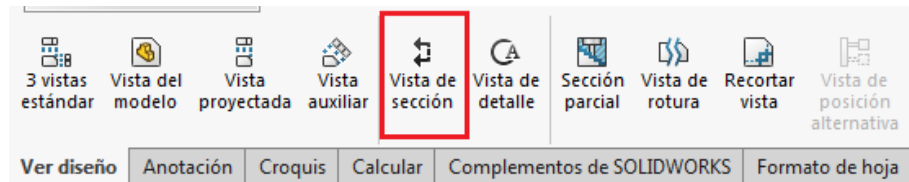

Ilustración 166
Paso 1: Se selecciona una pieza cualquiera en un plano, se da clic en **Vista de sección** en la pestaña **Ver diseño** (ver ilustración 166).